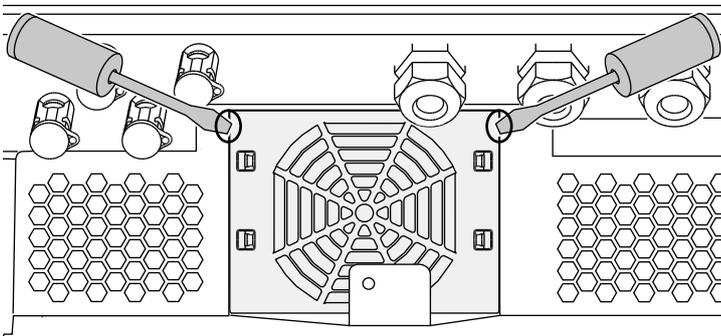

Abb. 57: Lüftergitter lösen
2. Lüfter ausbauen. Dazu am Rand des Lüftergitters einen Schraubendreher ansetzen und leichten Druck auf das Lüftergitter ausüben. ↗ Abb. 57